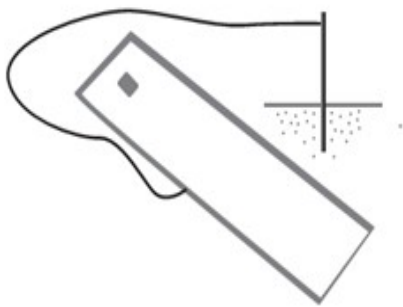
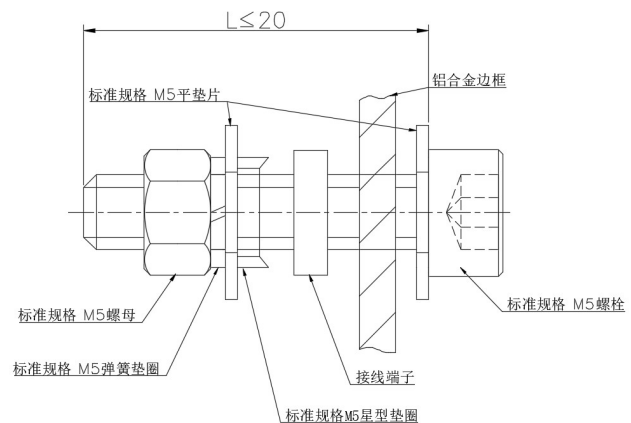

图 9 组件接地图
图 10 接地螺栓安装示意图
4.1.3 组件铝边框和组件支架必须接地，如图 9 所示，每个组件均有接地孔，并在边框上做标记（建议每个组件的串联/并联必须接地一次）。接地螺栓安装方式如图 10 所示。接地线和边框将通过预留接地孔可靠接地，通过安装螺栓 M5 \times 10~15 匹配平垫圈、弹簧垫圈和螺母。组件和接地线应通过接线头完美连接。可安装负极接地逆变器，防止 PID 现象。